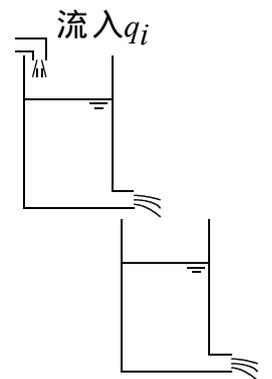

図3 2段タンク
- (1) 液面の高さを一定に制御する方法について検討し、式を交えて詳細に述べよ。
- (2) 図3に示すように、同じタンクを2段に設置した。1段目への流入量の操作のみで2段目の液面を一定に制御する方法を検討せよ。
- (3) [時間が余った場合] 同様に5段程度に接続して水時計とした例がある。複数段にすることでいかなる効果が期待されるか検討せよ。